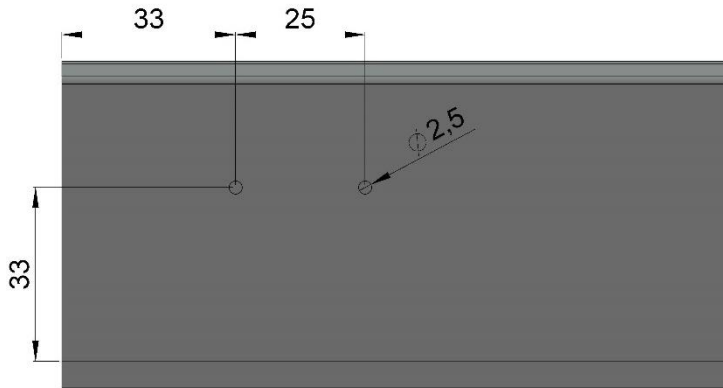

Figura 9
- Los perfiles de los paneles que cuenten con Cierre Inferior Panorámico, se les ha de realizar el mecanizado que se muestra en la Figura 9 en la posición y orientación que se muestre en el proyecto.